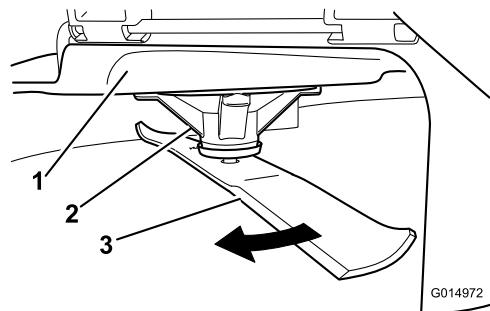

Рисунок 74
- Одягаючи рукавички з товстими підкладками або інший належний засіб захисту рук, повільно поверніть ніж в положення, яке дозволяє вимірювати відстань між ріжучою кромкою та рівною поверхнею, на якій знаходиться пристрій (Рисунок 74).